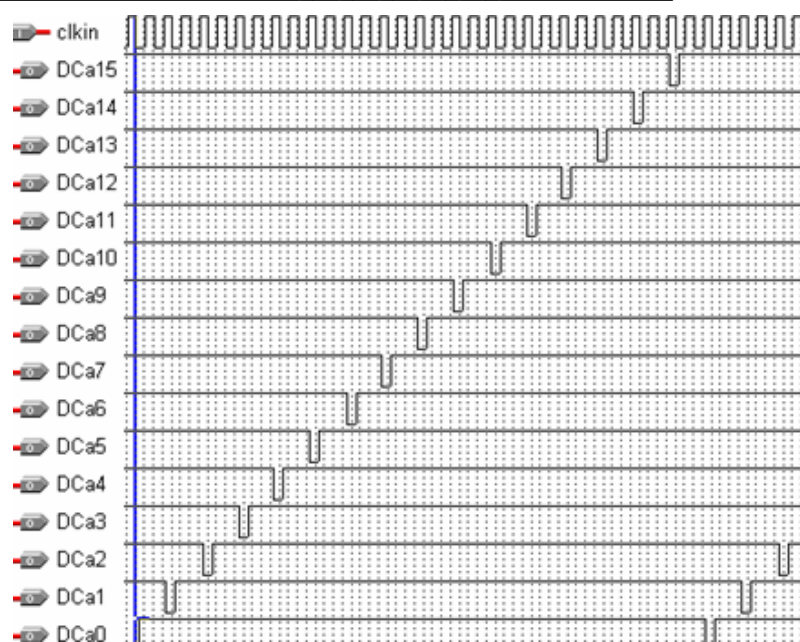

Рис. 9. Вид выходного опорного синхросигнала
2.2. Спроектировать и промоделировать блок, на вход которого поступает синхросигнал **clk** с частотой, заданной по варианту, а на выходе формируется 16-разрядный сигнал, представляющий собой 16 опорных синхроимпульсов **DCa** (рис.9). Сигнал должен представлять собой 16 разрядную шину. Форма синхроимпульсов представлена на рис 9. Вариант делителя частоты **clk** для получения сигнала с частотой **clk_{in}** указан в таблице вариантов.